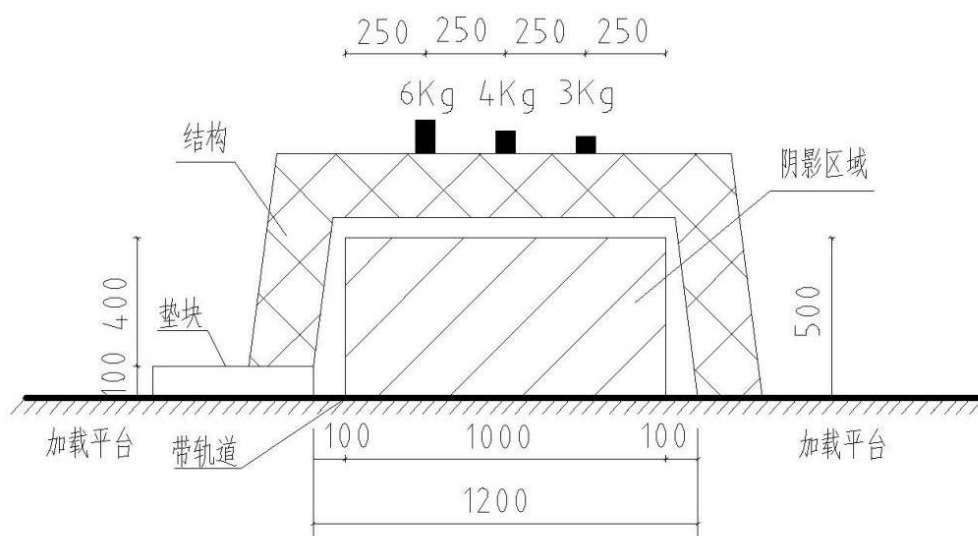
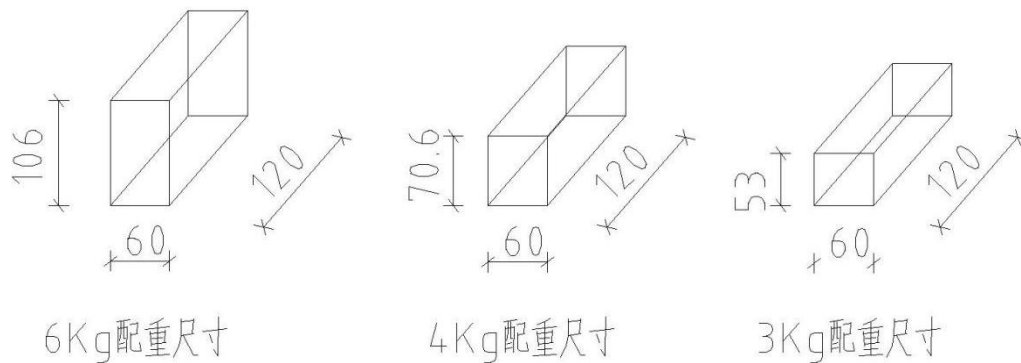
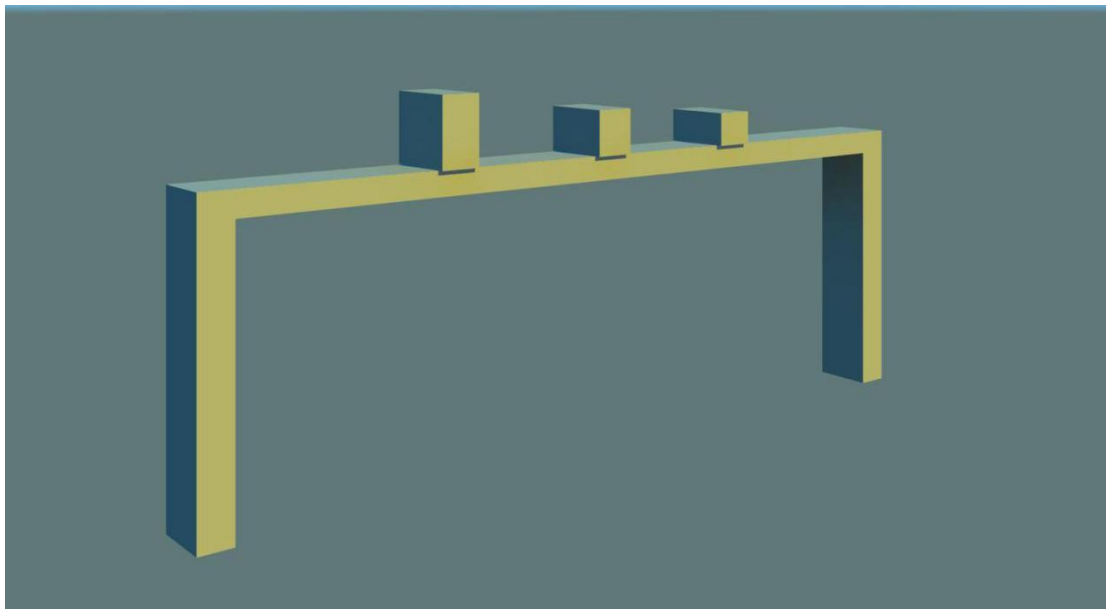

图 2 模型尺寸图
图3 配重铁块尺寸图
图 5 加载演示图
要求使用规定的竹条、竹皮和胶水，制作一个跨度至少为 1200mm，一端高度不小于 400mm，另一端高度不小于 500mm 的桥梁结构，具体尺寸需满足图 2 要求，桥梁形式以及桥梁高度不限。
7. 加载铁块尺寸：6Kg 为 120\*60\*106mm；4Kg 为 120\*60\*70.6mm；3Kg 为 120\*60\*53mm；具体见图 3。
2. 模型采用直接放置配重的方式进行加载。加载位置如图2和图5所示，加载配重采用铁块加载，铁块尺寸满足图3所示尺寸。加载方式为三点加载，加载点由每队自己设计标注，加载重量为6Kg、4Kg、3Kg，三个荷载加载点从左到右符合图2和图5所示，配重加载顺序由每队自行决定。三个配重均加载到结构上之后，计时10s，若结构未损坏视为加载成功。